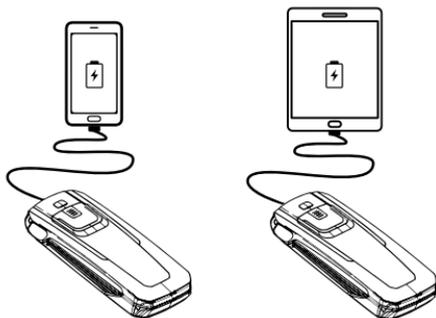

рис. 6
2. Выберите подходящий разъем и подключите его к своему мобильному телефону или планшету (рис. 6).